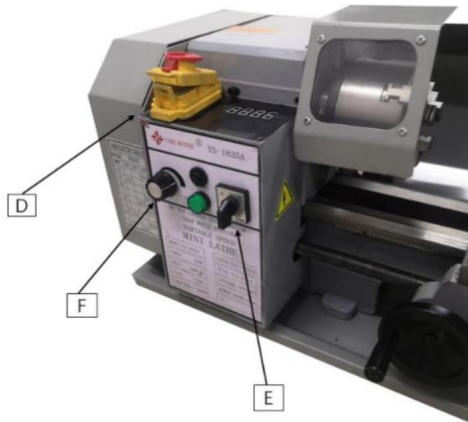

Fig. 9
1. Nödknapp: ON/OFF-omkopplare (D, Fig. 9)
2. Omkopplare (E, Fig. 9)
3. Omkopplare för variabel hastighet (F, Fig. 9)